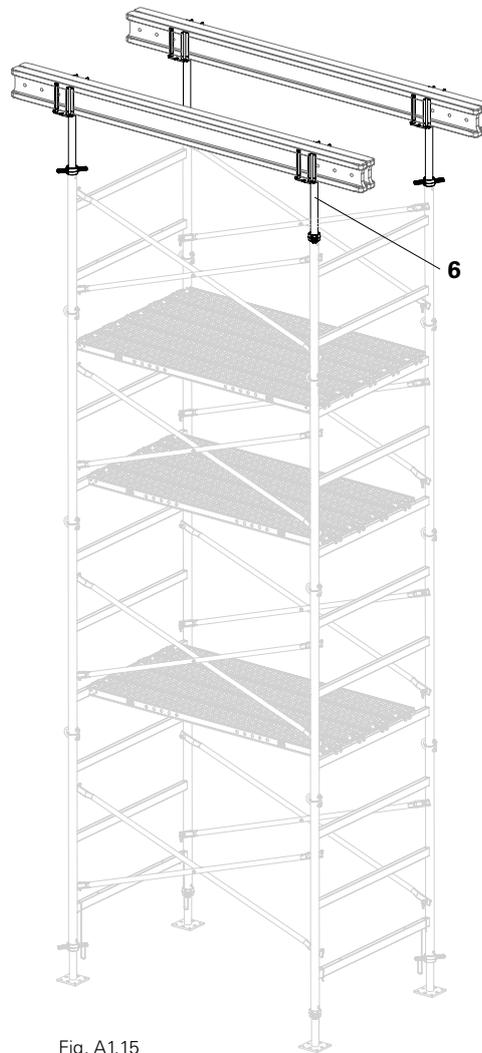

Fig. A1.15
1. Inserte todos los husillos cabezal TR 48-75/47 (6) en el marco del nivel superior y extiéndalos hasta la longitud requerida. (Fig. A1.15)